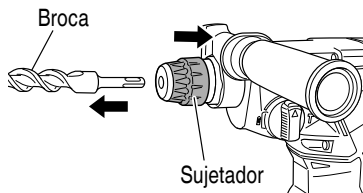

Fig. 12
- (3) Tire de la broca de taladro para comprobar que ha quedado enclavada.
- (4) Para extraer la broca, tire completamente de la empuñadura en el sentido de la flecha y tire hacia afuera de la broca. (Fig. 12)